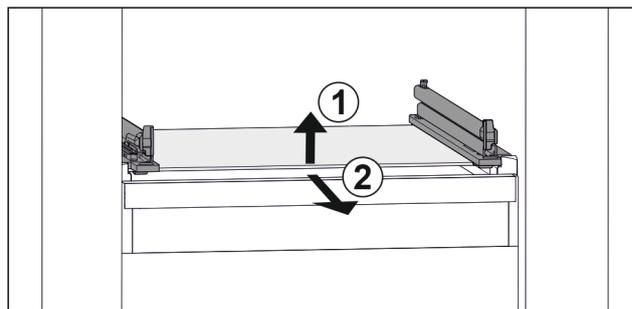

Fig. 98 Primjerni prikaz staklene ploče
- ▶ Staklenu ploču podignite srijeda. Fig. 98 (1)
- ▶ Izvadite staklenu ploču prema naprijed. Fig. 98 (2)